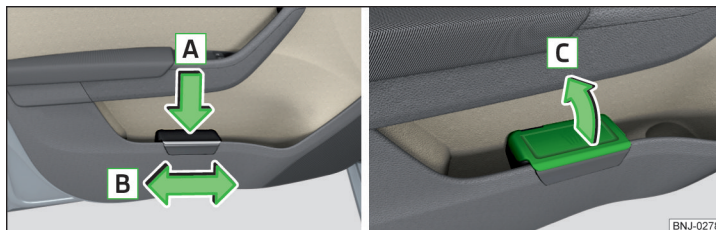

Abb. 69 Abfallbehälter: einsetzen und verschieben / öffnen
- Den Abfallbehälter im hinteren Bereich in Pfeilrichtung **A** eindrücken » Abb. 69.
- Den Abfallbehälter entgegen der Pfeilrichtung **A** herausnehmen » Abb. 69.
- Den Deckel in Pfeilrichtung **C** anheben » Abb. 69.